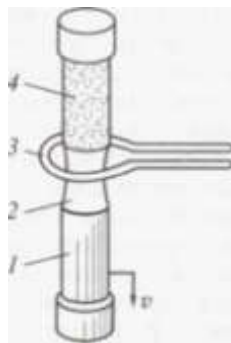

Рис.1
17. Укажите название метода получения особо чистых кристаллов, показанный на рис.1: